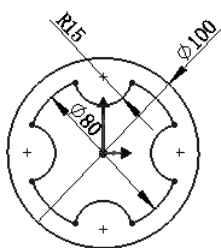

图 2.11.2 块
下面将以图 2.11.2 所示的块为例,讲解创建块的一般过程。
(3) 定义插入点。将插入点拖动到和原点重合，结果如图 2.11.2 所示。
(4) 单击对话框中的 按钮，完成块的创建。
(5) 选择下拉菜单 **插入(I)** → **退出草图** 命令，退出草图设计环境。